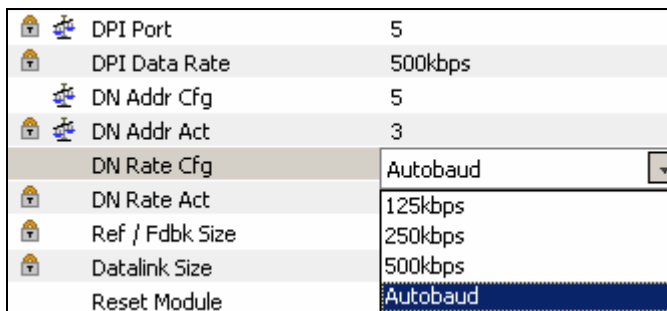

图 12
- ① 我们设定 882 号参数（波特率配置）的值为 Autoband，使适配器从网络上获取波特率设置（可由 DNB 模块的波特率决定），如图 12 所示。